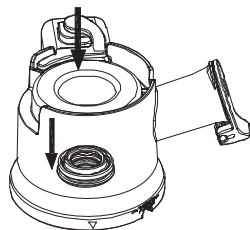

Fig 12a
- Ponga el recipiente exprimidor boca abajo para facilitar su manejo, empuje el anillo de sellado hacia fuera con el pulgar (Fig. 12a) y límpielo con agua.